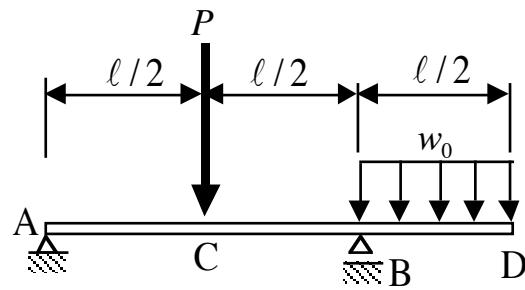

図8 集中荷重  $P$  と等分布荷重  $w_0$  を受ける片側突き出しあり
28. 図8に示す片側突き出しありについて以下の問い合わせに答えよ.